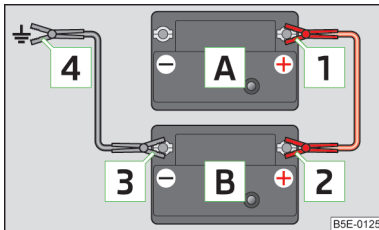

Abb. 155
- Die Klemme **1** am Pluspol der entladenen Batterie **A** » Abb. 155 befestigen.